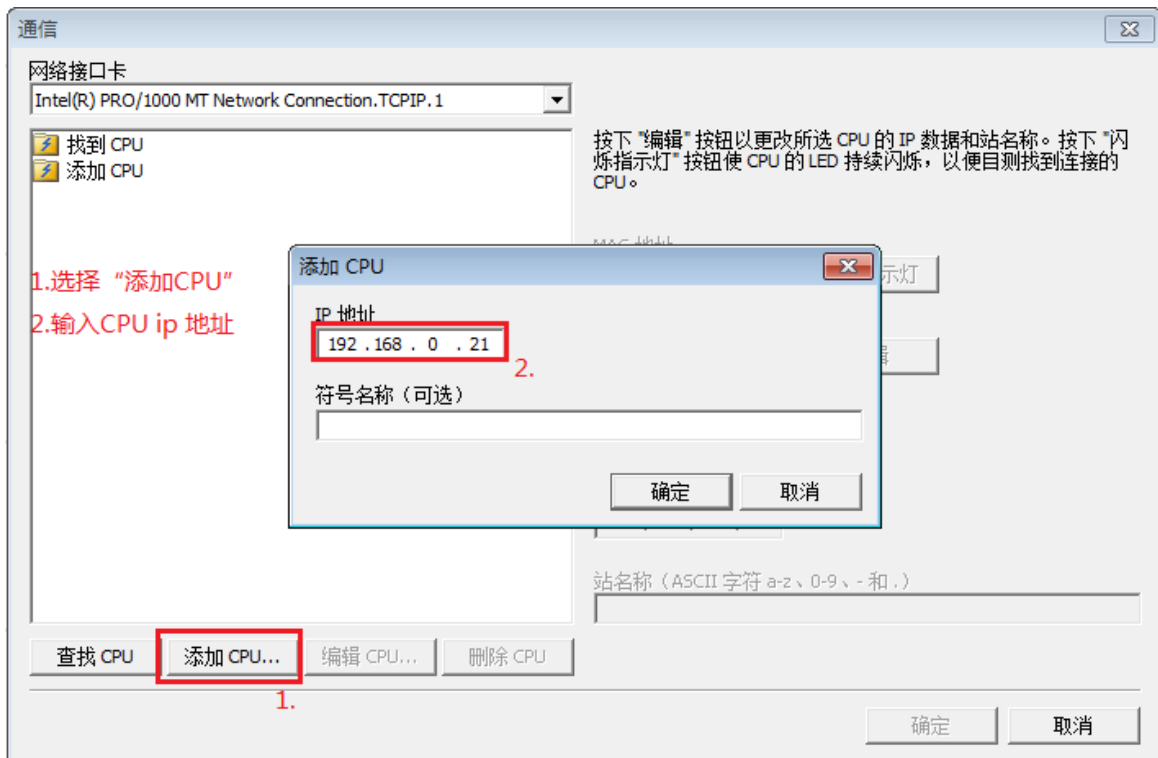

图 10.添加 CPU 方式
- 检查以上步骤，如果依然查找不到 CPU，如果已经知道 CPU IP 地址的情况下，可以通过直接添加 CPU 的 IP 地址的方式来连接，如图 10. 所示。